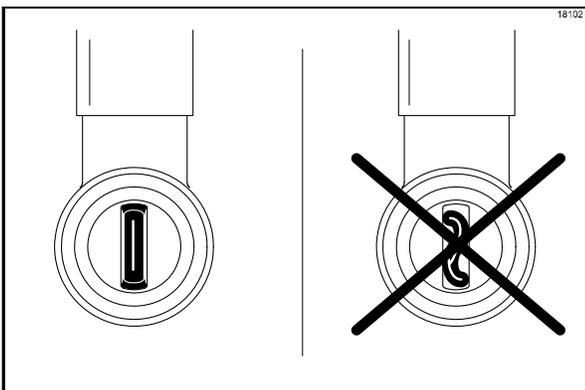

Figura 71
18. Revise que la válvula de pico de pato esté bien instalada en el conector de la punta de jarabe. La punta de la válvula de pico de pato **debe quedar plana** para sellar la línea de jarabe. (Vea la figura 71).